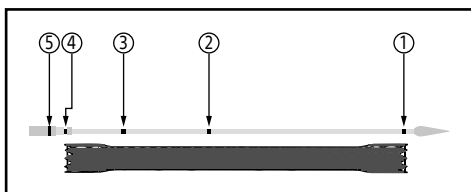
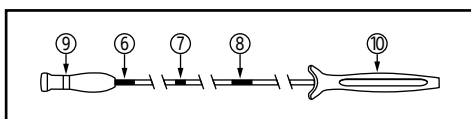

Figure 2. Système d'insertion et repères radio-opaques (RO)
Figure 4. Système de mise en place, repères visuels et poignées
Cinq repères radio-opaques (RO) facilitent le déploiement du stent sous radioscopie (Figure 2). Les deux repères RO situés sur le tube interne du système de mise en place permettent de repérer les extrémités du stent comprimé (Figure 2, n° 1 et n° 4). Deux autres repères RO sont positionnés entre ces repères RO. Un repère RO indique le point médian du stent (Figure 2, n° 2). Un repère RO sur le tube interne indique le point auquel toute compression supplémentaire du stent n'est plus possible (Figure 2, n° 3). Le cinquième repère RO visible à l'extrémité antérieure du tube externe indique le niveau de déploiement du stent (Figure 2, n° 5).
Lors de l'utilisation du guidage radioscopique, mettre le stent en place de manière à ce que le repère 2 (Figure 2) soit au centre de la tumeur ou de la fistule. Dans cette position, le stent couvre correctement la tumeur.
Commencer le déploiement du stent en maintenant d'une main la poignée distale (la plus éloignée de l'utilisateur, Figure 4 n° 9) du système de mise en place, de l'autre main, saisir la poignée proximale (la plus proche de l'utilisateur, Figure 4 n° 10) et la maintenir dans une position fixe. Un hypotube avec des repères visuels se trouve entre ces poignées. Ces repères sont conçus pour faciliter le déploiement du stent.
Avant de déployer le stent, vous pouvez voir un repère au niveau de la position entièrement comprimée/non déployée du stent (Figure 4 n° 6).
Pour pouvoir déployer le stent, tenir la poignée distale (la plus éloignée de l'utilisateur, Figure 4 n° 9) d'une main et, de l'autre main, la poignée proximale (la plus proche de l'utilisateur, Figure 4 n° 10). Pour déployer le stent, tirer lentement la poignée distale vers la poignée proximale, tout en maintenant la poignée proximale dans une position fixe. Surveiller la libération du stent par radioscopie et/ou endoscopie, en gardant les repères situés sur le système de mise en place entre les bords de la sténose déterminés au préalable. Si nécessaire, il est possible d'arrêter le déploiement et d'ajuster la position du stent en direction proximale sans compression supplémentaire de celui-ci avant d'arriver au repère de fin de compression (Figure 4 n° 8). Reportez-vous à la section Technique de compression supplémentaire. Si la position du stent est satisfaisante, procédez au déploiement complet.
- Le stent peut être comprimé une nouvelle fois à tout moment jusqu'aux repères de fin de compression (repère radio-opaque figure 2 n° 3 et repère visuel figure 4 n° 8).
Remarque : le stent est complètement comprimé lorsque le repère visuel (Figure 4, n° 6) est entièrement visible.
- C. Remettre le tube externe du système de mise en place dans sa gaine en poussant la poignée distale (Figure 4 n° 9) loin de l'opérateur. Retirer lentement le système de mise en place et le guide.